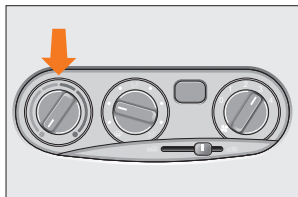

Рис. 51. Левый вращающийся переключатель
**Левый вращающийся переключатель: Температура (рис. 51).**